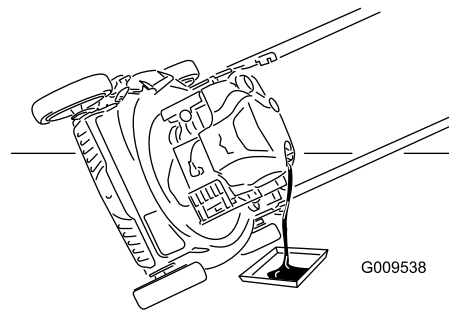

Рисунок 25
3. Для слива отработанного масла через маслозаливной патрубкок переверните газонокосилку набок воздушным фильтром вверх (Рисунок 25).